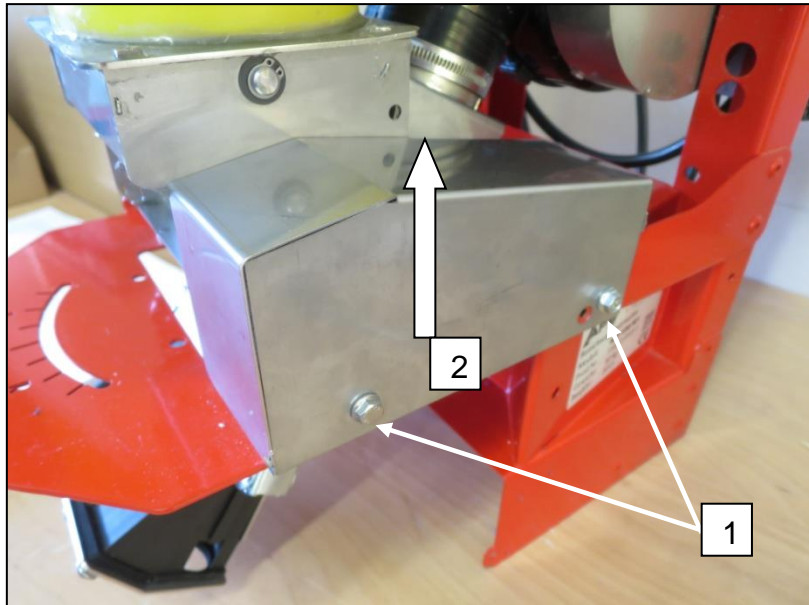

Abb.: 114
- Zum Abnehmen des Sägeflammenmotordeckels lösen Sie die beiden in Abb.: 114 gekennzeichneten Schrauben 1 und ziehen Sie den Deckel nach oben hin weg 2.